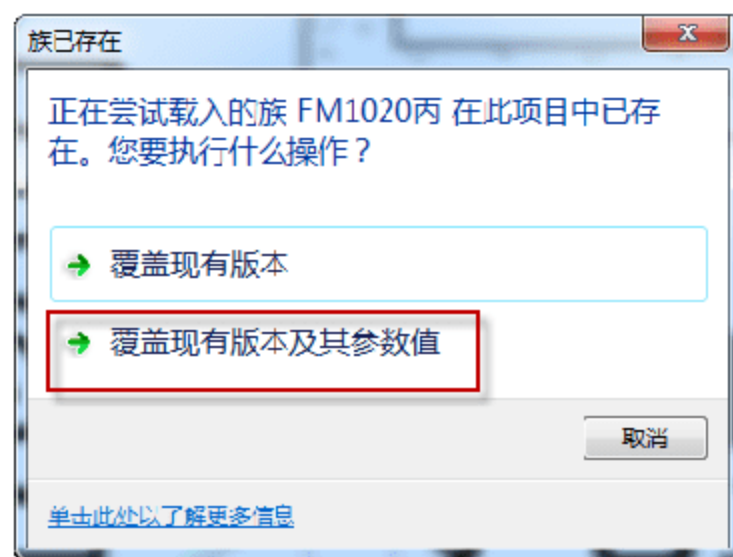

图 9.3.30 载入到项目中
(23) 载入到项目中。完成“FM1020 丙”族的修改后，单击族编辑器中的“载入到项目中”按钮，在弹出的“族已存在”对话框中，单击“覆盖现有版本及其参数值”按钮，如图 9.3.30 所示。